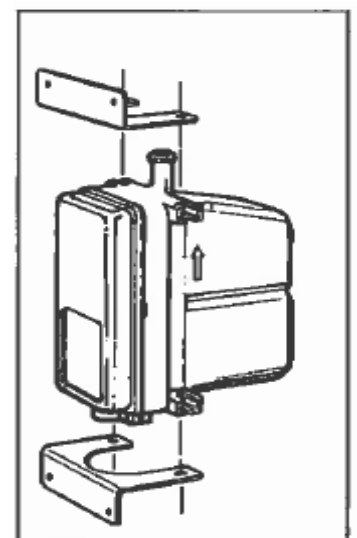

图7 支架选装
1.2.2 加热器采取多种安装方式, 如图 7 所示。请选择一个光滑不受限的安装面安装加热器, 用附件包里的螺栓、螺母和弹簧垫片固定加热器, 拧紧螺栓扭矩应在 14-16NM。